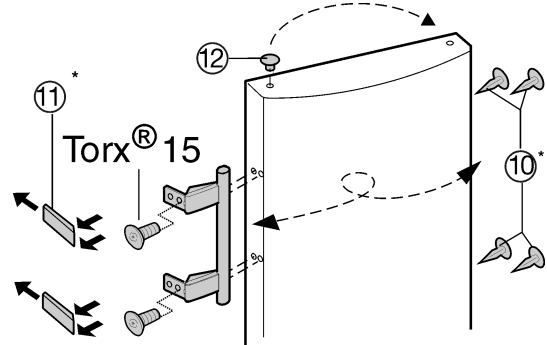

Fig. 8
- Vyměňte zátky Fig. 8 (12) z pouzdra ložisek dveří a přemístěte je.
- Odmontujte kliku dveří, zátky Fig. 8 (10) a krycí destičky Fig. 8 (11) a nasadte na druhou stranu.